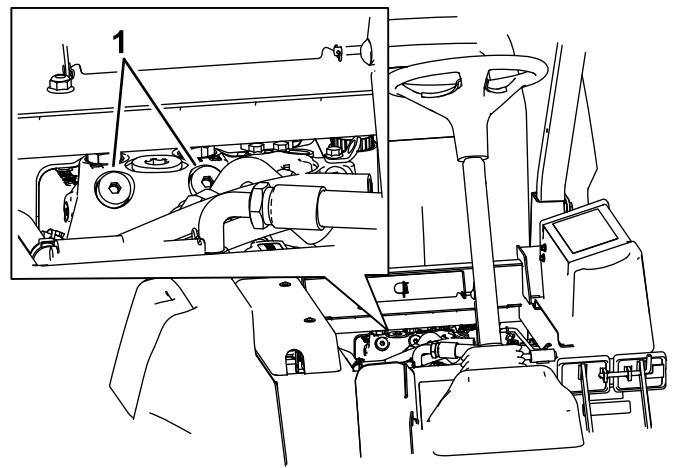

Figura 74
1. Sollevate il sedile e individuate le valvole di bypass, che sono posizionate sotto la parte anteriore del serbatoio del carburante (Figura 74).